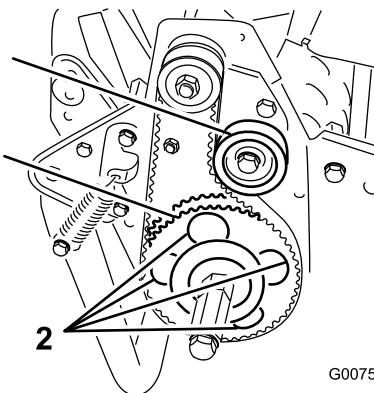

図 46
- 受動プーリを回して、4つの穴をローラベアリングのフランジねじに整列させる図46。
11. ベルトの張りを調整し、アイドラプーリねじを締める図46。